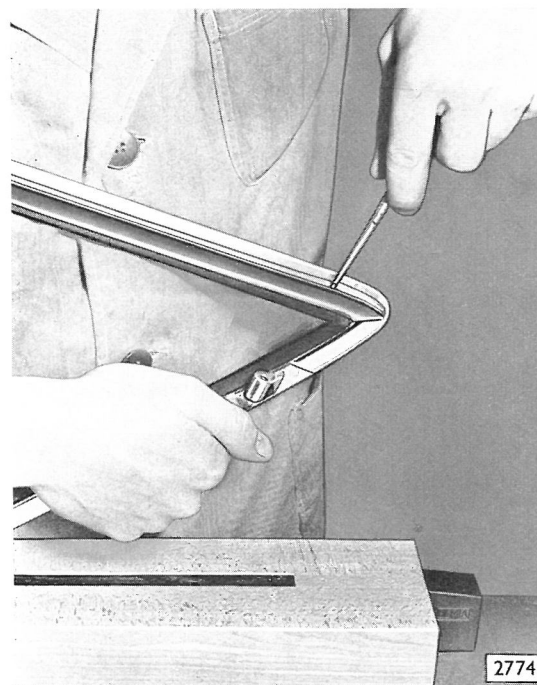

Bild 30 - Mit dem Zusammenschrauben des Fensterrahmens an der unteren Ecke beginnen
11. Fensterrahmen zusammenschrauben. Hierbei zunächst die untere Ecke (Bild 30), dann die schräg gegenüberliegende obere Ecke des Fensterrahmens zusammenschrauben. Beim Zusammenschrauben darauf achten, daß die Rahmenteile an den Verbindungsstellen gut aneinander zu liegen kommen. Es kann erforderlich sein, beim Zusammenschrauben die Rahmenteile durch leichte Schläge mit einem Holz- oder Kunststoffhammer in richtige Anlage zu bringen.